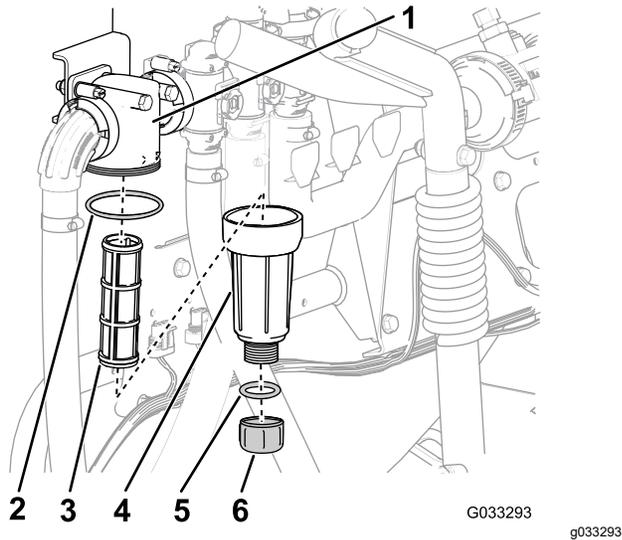

図 31
2. 圧力フィルタの下に受け容器をおく 図 31。
3. 圧力フィルタのボウルについているドレンキャップを左に回して外す 図 31。
4. ボウルを左に回してフィルタヘッドを外す 図 31。
5. 圧力フィルタエレメントを外す 図 31。
7. ドレンプラグのガasketボウルの内側とボウルのガasketフィルタヘッドの内側に傷や破損がないか点検する 図 31。
8. 圧力フィルタエレメントをフィルタヘッドに取り付ける 図 31。
9. フィルタヘッドにボウルを取り付けて手締めする 図 31。
10. ボウルの底部のフィッティングにドレンキャップを取り付けてキャップを手締めする 図 31。